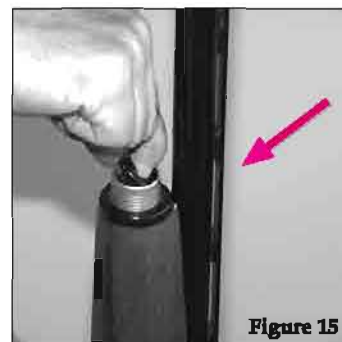

Figure 15
- 2) Spingere con il dito verso il basso il blocco del riduttore serbatoio piegando contemporaneamente in diagonale la rondella di fermo e ruotarla fino a trovare la posizione per l'estrazione del blocco del riduttore serbatoio. (fig. 15)
- 2) Push down the magazine plug blocker with your finger and pull up from the slanted end in a diagonal motion (see figure 15)